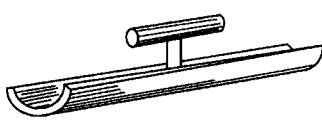
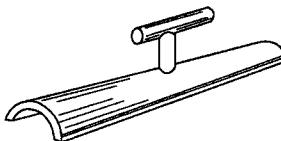

图 1-5 圆阴角抹子
图 1-6 圆阳角抹子
(4) 圆阴、阳角抹子 圆阴角抹子用于水池明沟阴角及穿墙阴角的压光，圆阳角抹子用于楼梯踏步防滑条的压光，如图 1-5、图 1-6 所示。